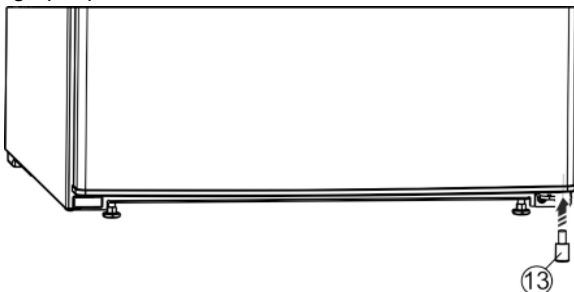

Fig. 6
- ▶ Replacer la butée Fig. 6 (13) en bas à droite sur la porte car elle joue un rôle important pour la stabilité de l'appareil.